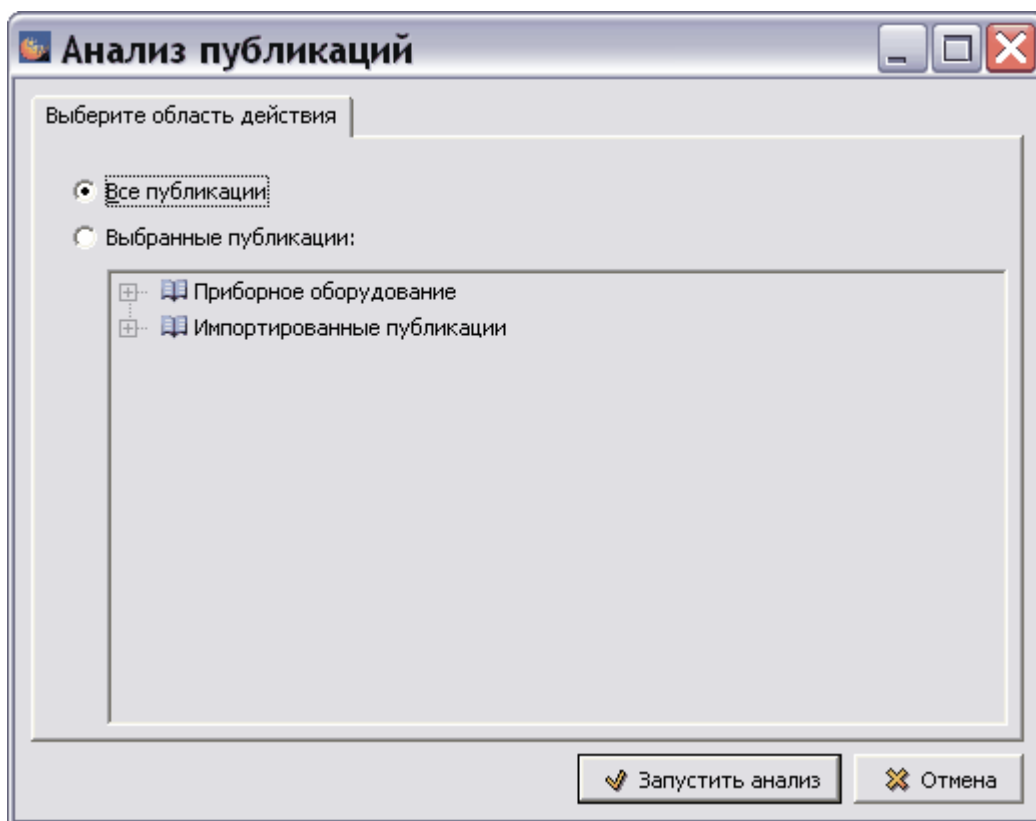

Рис. 8.153
2. Нажмите на кнопку **Выбрать анализ**. После этого появится окно **Анализ публикаций** (Рис. 8.153).